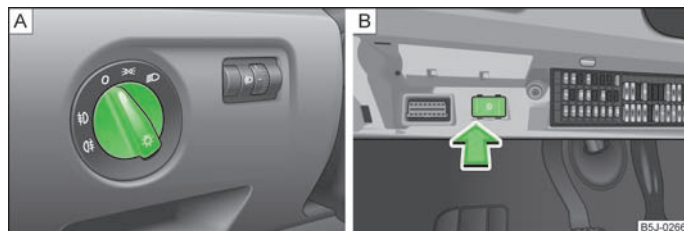

Fig. 20 Cuadro de interruptores: Conmutador de luz/cajón de fusibles: Conmutador para luz de marcha diurna
En los vehículos con **dirección a la derecha**, la disposición de los interruptores se diferencia en parte de la » fig. 20 disposición mostrada. No obstante, los símbolos que marcan las posiciones de los interruptores son iguales.
- Girar el conmutador de luces » fig. 20 - A a la posición »«.
- Girar el conmutador de luces a la posición 0 » [fig. 20 - \[A\]](#).
- Conectar el conmutador de la luz de marcha diurna » [fig. 20 - \[B\]](#).
- Desconectar el conmutador de la luz de marcha diurna » [fig. 20 - \[B\]](#).
- Conmutar el conmutador de luz a la posición luz de posición \rightarrow o luz de cruce \rightarrow » [fig. 20 - \[A\]](#).